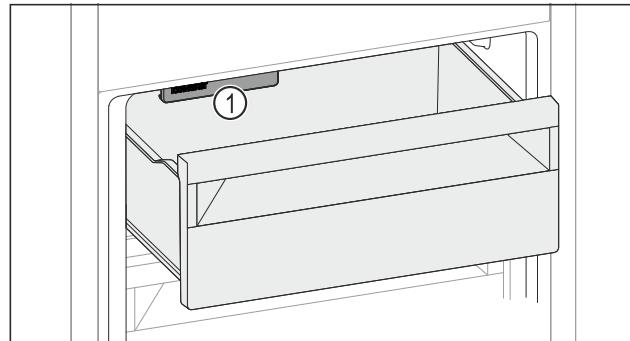

Fig. 169
- Upoštevajte IceMaker Fig. 169 (1).